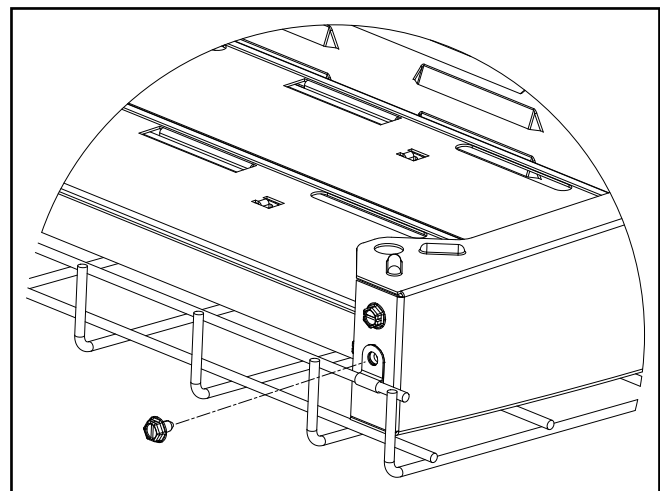

Figura 2.
3. Instale y apriete los cuatro (4) tornillos de chapa metálica #10 x 3/8" a través de los clips de montaje y en los orificios de la placa final como se muestra en la (Figura 2).